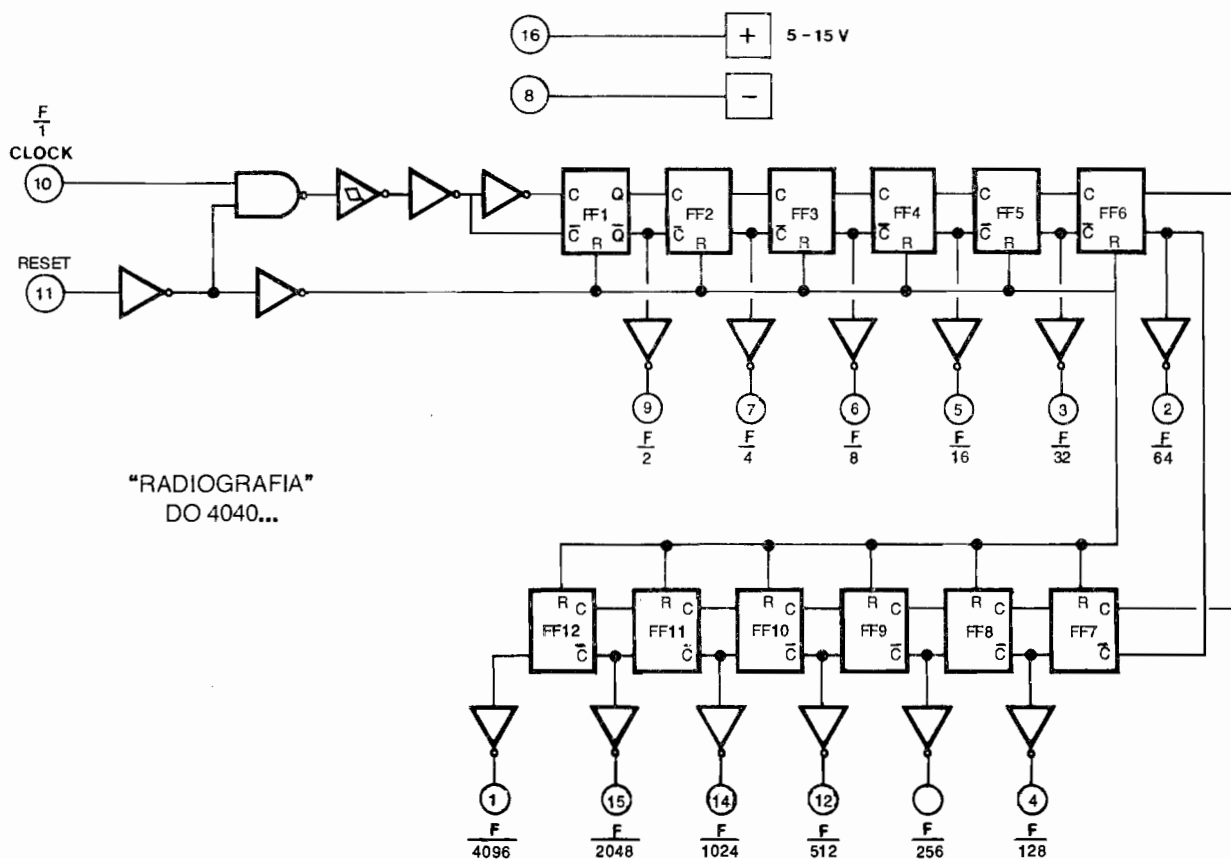

FIG. 8
- **FIG. 8 - “TIRANDO A ROUPA” DO 4040...** - Normalmente, nos diagramas de circuitos (“esquemas”), os Integrados mais complexos são estilizados como meras “caixas” dotadas de pinos numerados, conforme o Leitor/“Aluno” já viu
em exemplos anteriores do nosso "Curso"... Entretanto, a própria razão de ser da presente "Aula" está na demonstração do tamanho e da complexidade do conteúdo dos modernos Integrados... Assim, torna-se justificada (se não necessária...) uma análise do "lado de dentro" do dito cujo, a partir do diagrama de blocos representativo, visto na FIG. 8... Observem, inicialmente, os 12 FLIP-FLOPS, simbolizados pelas "caixas" retangulares, cada um deles dotado de duas Entradas de CLOCK, uma NORMAL (C) E outra COMPLEMENTAR (representada por um "C" com um tracinho em cima, lembram-se...?) e duas Saídas, sendo também uma NORMAL (Q) e a outra COMPLEMENTAR (o "Q" com o velho tracinho de "inversão", em cima...). Observem ainda a presença interna de alguns *gates* já estudados, SIMPLES INVERSORES, NAND DE 2 ENTRADAS e até um SIMPLES INVERSOR COM FUNÇÃO SCHMITT TRIGGER... Tais *gates* auxiliares destinam-se a perfeitamente conformar os sinais, e dar-lhes o devido "estado" ou condição digital, de modo a serem perfeitamente manipulados pela bateria de contadores... Observem a presença do comando de RESET (pino 11). Notem também que as duas Saídas de cada BIESTÁVEL estão sempre conectadas às duas Entradas do BIESTÁVEL seguinte da "fila", de modo que as divisões por 2 vão sendo feitas progressivamente através dos blocos... Outra coisa: como as Saídas são inicialmente recolhidas nos terminais COMPLEMENTARES de cada BIESTÁVEL, todas elas são externamente acessadas através de um bloco SIMPLES INVERSOR, de modo que nos pinos externos do Integrado, tais Saídas se manifestem de forma "não invertida" (Saídas "Q"...). A Frequência de CLOCK é aplicada ao pino de Entrada geral (10) e, depois de "adequado" o sinal, enviada ao primeiro FLIP-FLOP (FF1), seguindo daí para a frente, de BIESTÁVEL em BIESTÁVEL, até FF12... O pino externo de RESET (11), comanda (via dois SIMPLES INVERSORES internos...) todas as Entradas de RESET dos 12 BIESTÁVEIS, de modo que todos eles podem ser simultaneamente "zerados" ou "rearmados" através de tal entrada de